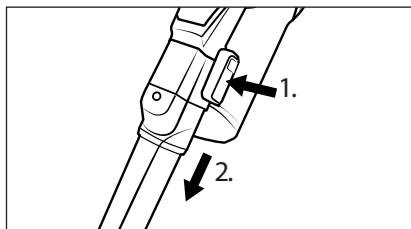

Fig. 15
- ◆ Para desmontar el accesorio, mantenga pulsado el botón de desencastre del accesorio y tire de este para extraerlo del tubo de aspiración ②④ o del orificio de aspiración del aparato (consulte la fig. 15).